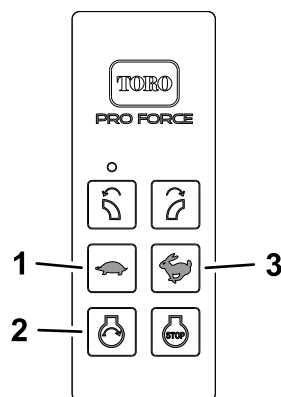

Figura 19
1. Apăsai și menineți butonul PORNIRE MOTOR (Figura 19) de la telecomanda portabilă până când motorul pornete.
3. Reglai turaia motorului folosind telecomanda portabilă apăsând pe butonul MĂRIRE TURAIE MOTOR sau pe butonul REDUCERE TURAIE MOTOR (Figura 19).